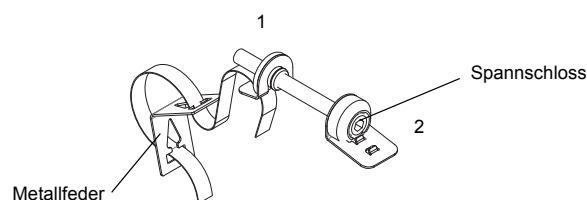

Abb. 9.49: Spannschloss, Metallfeder mit Spannband
- Schieben Sie ca. 20 mm des Spannbandes durch den Schlitz von Teil (1) des Spannschlusses (siehe Abb. 9.49). Biegen Sie das Bandende um.